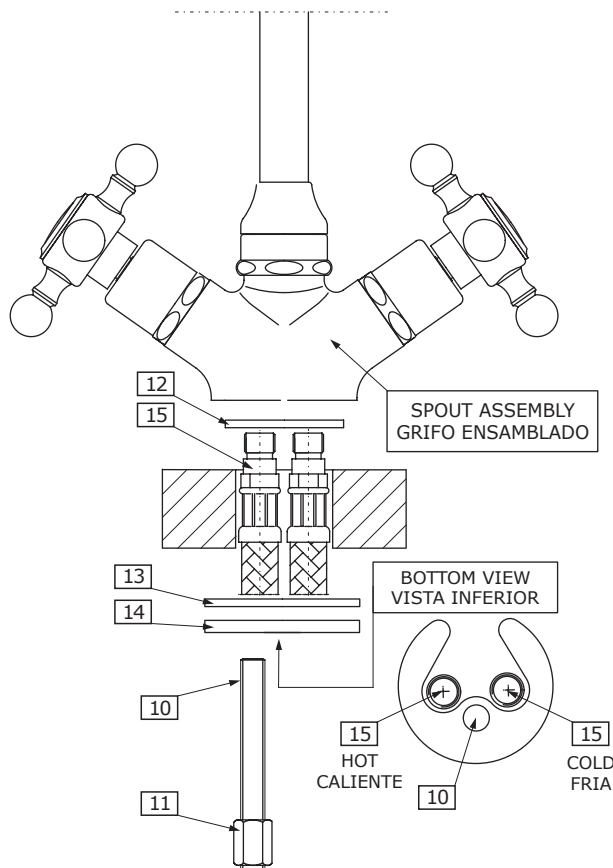

FIG. 2
- ➔ Connect flexible hoses **(15)** into proper holes (see **BOTTOM VIEW** at **fig 2**).
- ➔ Screw stud bolt **(10)** into small hole (see **fig 2**).
- ➔ Conecte las mangueras flexibles **(15)** dentro de los agujeros apropiados (ver **VISTA INFERIOR** en la **fig 2**). Entornille el tornillo **(10)** dentro del agujero pequeño (ver **fig 2**).